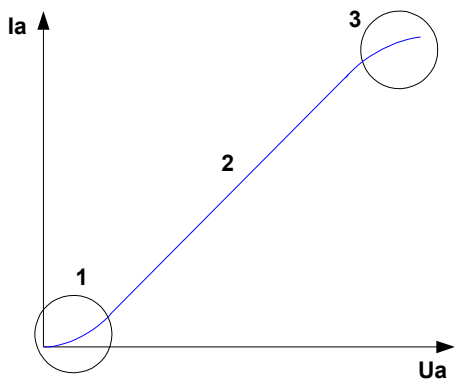

Рис. 124
**2) ВАХ и основные параметры электровакуумного диода.** ВАХ электровакуумного диода изображена на Рис. 124.